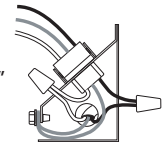

Figura 14 — Cableado Correcto
1. Retire la cubierta del cableado. Con la ayuda de los conectores de cable apropiados, conecte el ventilador como se muestra en la Figura 14.